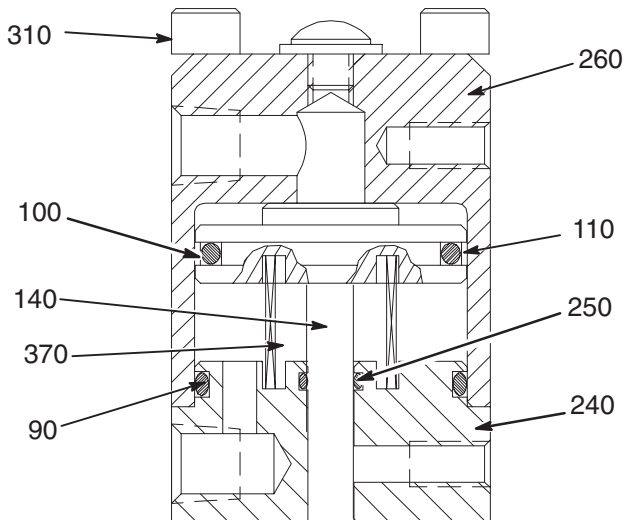
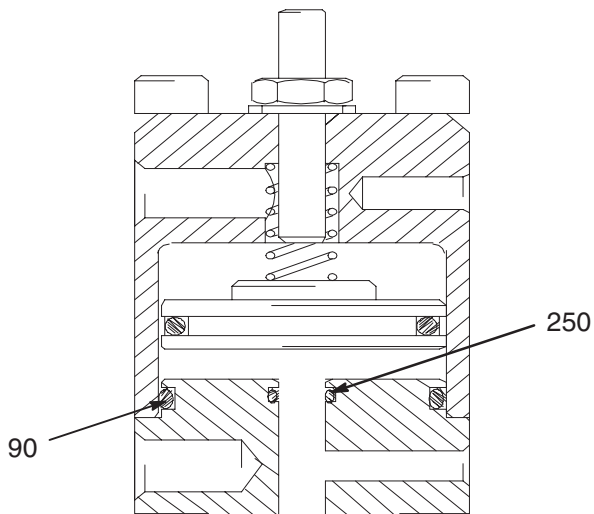

Fig. 10 **Válvula "Snuff-Back" representada**
Fig. 11 **Válvulas con sello de base**
4. Vuelva a colocar la tapa y la base (Fig. 10):
- a. Lubrique la junta tórica (100) y el anillo (110).
- b. Introduzca la junta tórica (100) en la ranura del pistón de la aguja (140).
- c. Deslice el anillo (110) sobre la junta tórica (100).
- d. Lubrique y después vuelva a colocar las juntas tóricas (90) y (250). En los modelos con sello de base, introduzca el muelle (Fig. 11).
- e. Introduzca el conjunto de la aguja en la tapa del cilindro (260).
- f. Coloque el muelle (370) sobre el eje de la aguja/del pistón. En los modelos "snuff-back" asiente el muelle en la ranura de la superficie del pistón (Fig. 10).
- g. Deslice la base (240) sobre la aguja, dentro de la tapa del cilindro (260). Asiente el muelle (370) en la ranura de la base.